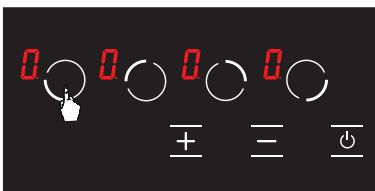

Abbildung 15
2. Die Auswahltaste () für die linke vordere Kochplatte wird erneut berührt. (siehe Abb. 15)